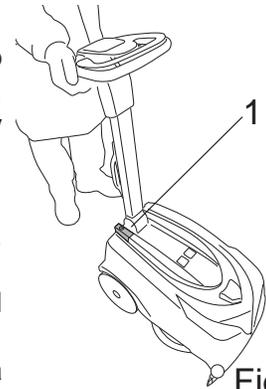

Fig.10
- Encienda la máquina pulsando el interruptor general (Fig. 10-Ref. 1).